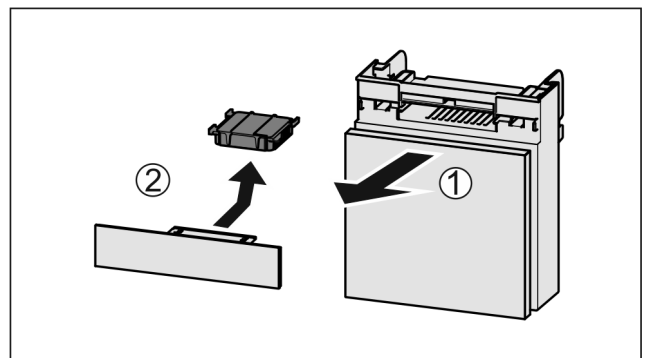

Fig. 86
- ▶ Retire el compartimento hacia delante Fig. 86 (1).
- ▶ Retire el filtro de carbón activo Fig. 86 (2).